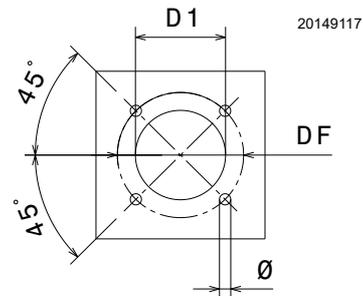

Fig. 14
Percer la plaque de fermeture de la chambre de combustion comme indiqué dans la Fig. 14. La position des trous filetés peut être tracée en utilisant l'écran isolant fourni avec le brûleur.
- Introduire le brûleur entier sur le trou de la chaudière, réalisé auparavant (Fig. 14 à la page 17), et fixer avec les vis fournies en dotation.